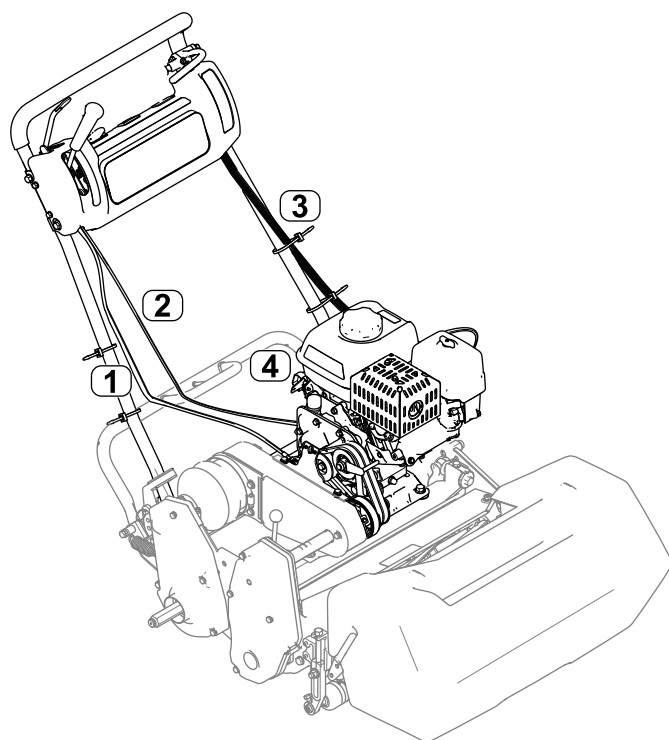

Рисунок 10
12. Установите трос дроссельной заслонки на машину, см. *Руководство по техническому обслуживанию* (Рисунок 10) для машины.
Примечание: Проложите трос дроссельной заслонки так, как показано на Рисунок 10. Проложите трос к левой стороне двигателя и между крышкой воздухоочистителя и топливным баком.
- Подсоедините жгут проводов к модулю блокировки и проложите жгут проводов вверх вдоль левой стороны рукоятки (Рисунок 10).